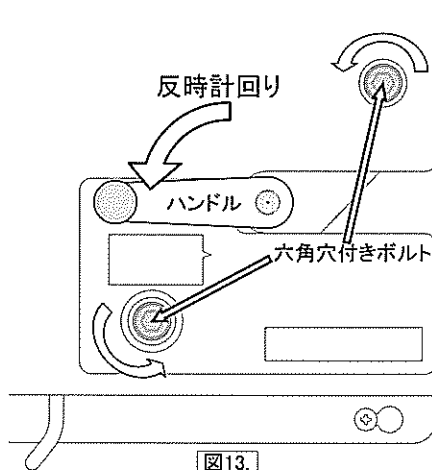

図13.
- ② 上カバーLH上部にハンドルを挟んで二つの丸穴があり、その奥に六角穴付きボルトが見えます。(図13.)